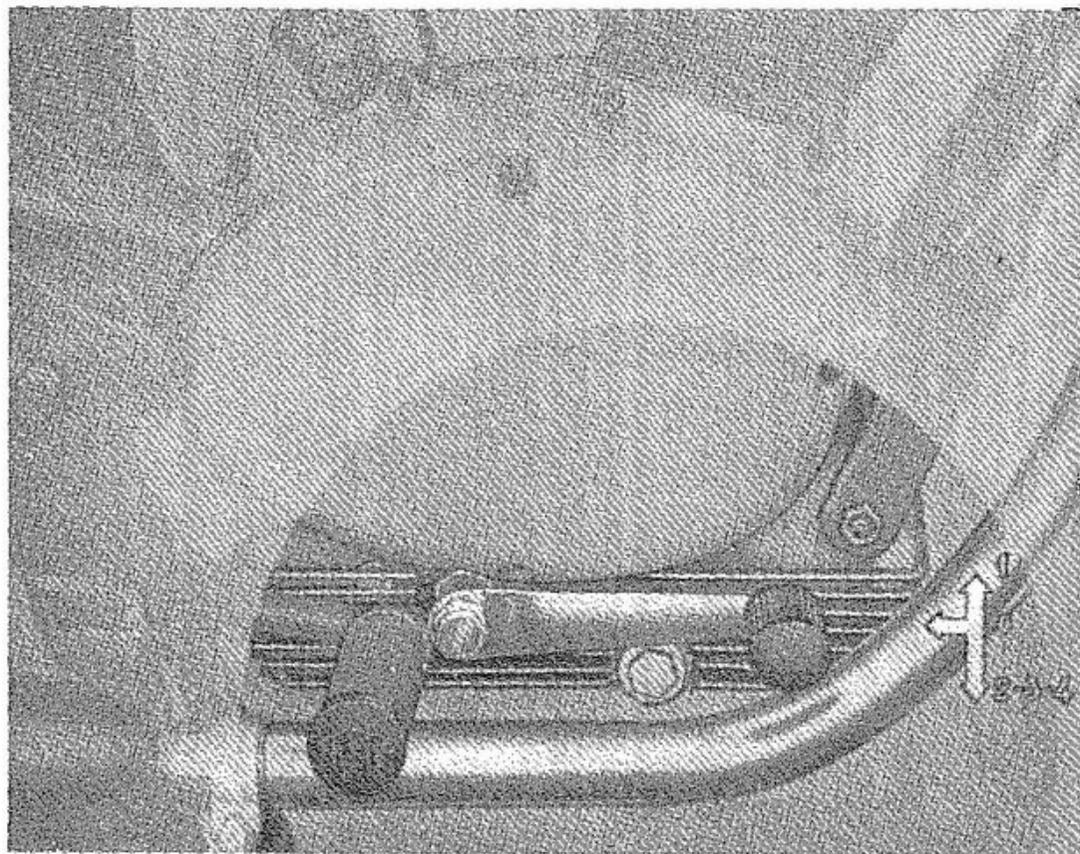

Fig. 12
Messo in moto il motore come sopra descritto, si avvia il motociciclo nel modo seguente. Tirare a fondo la leva della frizione, spingere in alto il pedale del cambio onde passare dalla posizione di folle (0) a quella di 1a velocità (vedi fig. 12), indi abbandonare gradualmente la leva della frizione accelerando progressivamente nel contempo il motore.